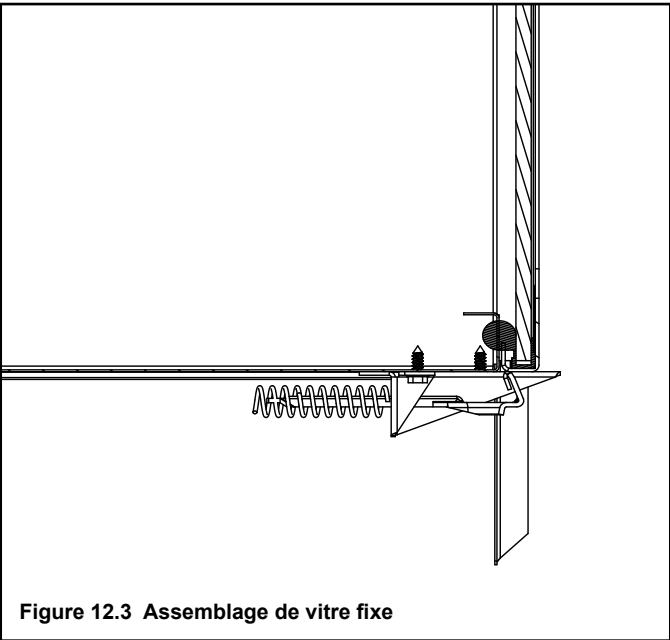

Figure 12.3 Assemblage de vitre fixe
- L'assemblage de vitre est fixé au poêle à quatre endroits. Quatre des mécanismes de fixation sont des loquets à ressort. Un loquet de vitre est illustré à la Figure 12.3.